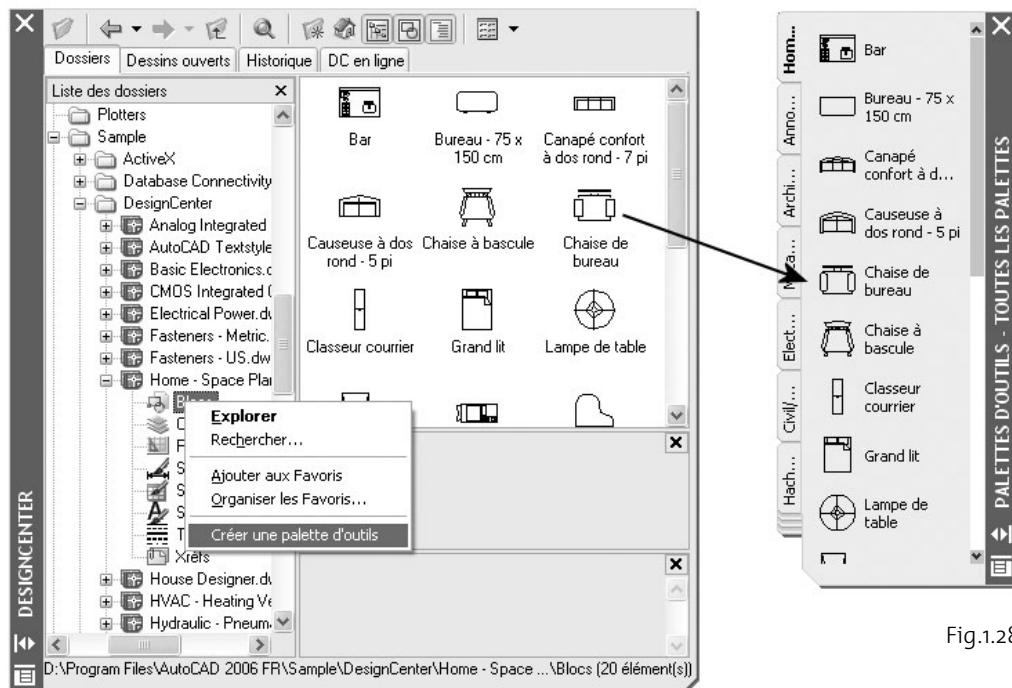

Fig.1.28
- Glissez des dessins, des blocs et des hachures du DesignCenter vers la palette d'outils (fig.1.28). Les dessins que l'on ajoute à une palette d'outils sont insérés en tant que blocs lorsqu'on les fait glisser ensuite vers le dessin.